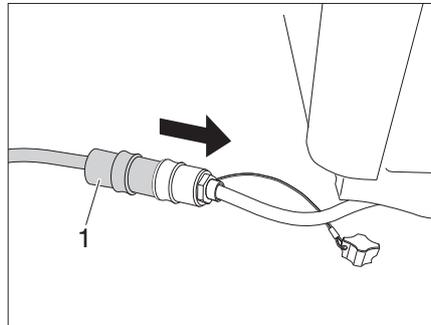

Bild 64 Verlängerungskabel anschließen
- Verlängerungskabel (Bild 64,1) am Küchenblock und am Elektroanschluss im Einstieg des Campsters anschließen.
- ▷ Verlängerungskabel (Bild 64,1) nur bei Nutzung der Küche im Freien verwenden.